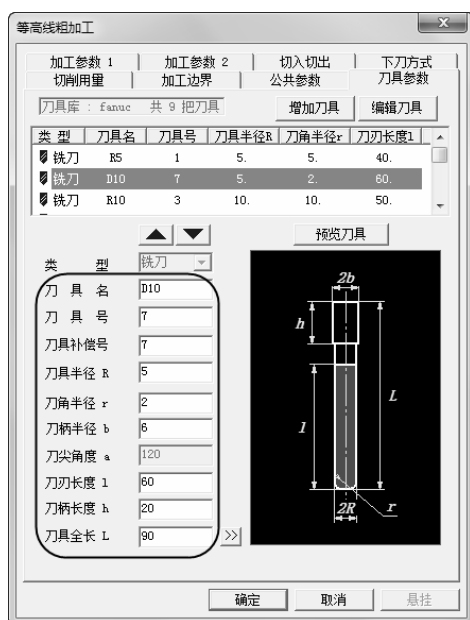

图 5-13 “刀具参数”选项卡
8) 单击“刀具参数”选项卡，选择刀具名称为“D10，r2”，D 代表刀具直径，r 代表刀角半径的平底刀。具体“刀具参数”参数数值如图 5-13 所示。